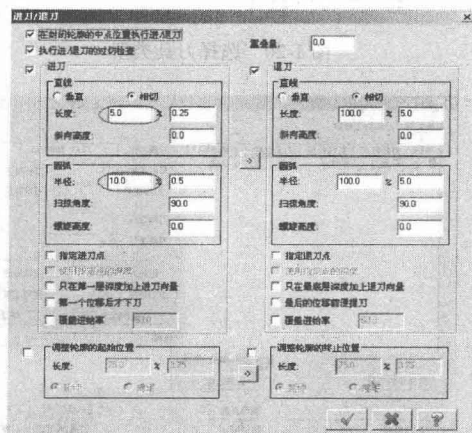

图 1-26 【进刀/退刀】设置
- (7) 单击 **进/退刀向量** 按钮，按照图 1-26 所示设置进刀/退刀向量值，然后单击 ☒ 按钮。